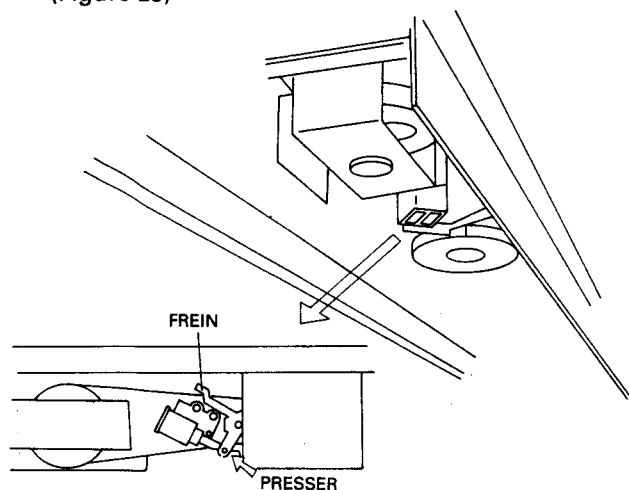

Figure 25
- (9) Presser le solénoïde de frein situé au-dessous de côté droit du tableau à feuille, pour relâcher le frein. Retirer lentement la feuille blanche par la main. (Figure 25)